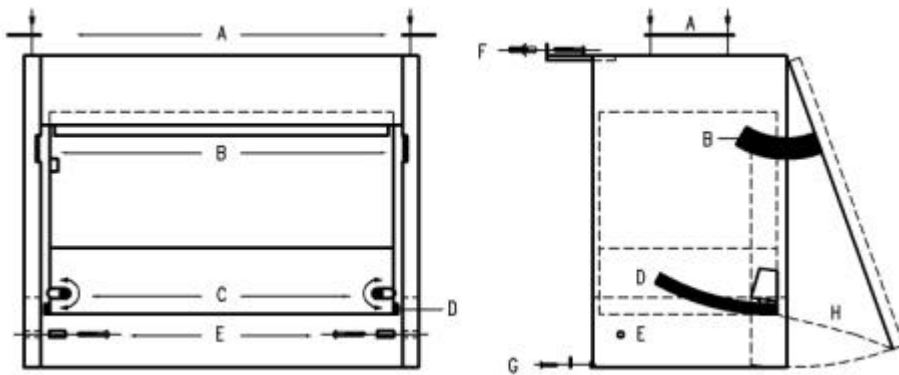

Fig. 1
A. Montage aan de naastgelegen bovenkasten (zie A in fig.1)
B. Montage aan de muur (zie F en G in fig.1)
Alvorens de frontdeur te kunnen bevestigen moet het metalen voorpaneel gedemonteerd worden, daarvoor : (zie fig.1)
Monteren van het metalen voorpaneel inclusief keukendeur: (zie fig. 1)